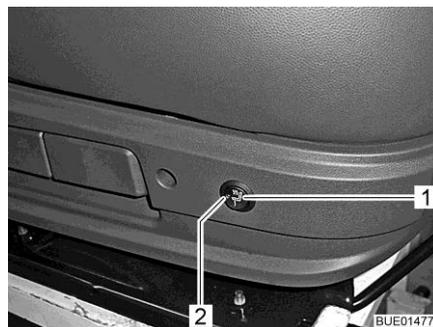

Fig. 20 Interrupteur du chauffage de siège
- Appuyer sur l'interrupteur (Fig. 20,1) situé à l'arrière, du côté gauche de la console de siège.
La DEL (Fig. 20,2) est allumée quand le chauffage de siège fonctionne.
- Placer l'interrupteur (Fig. 20,1) en position intermédiaire. La DEL s'éteint.